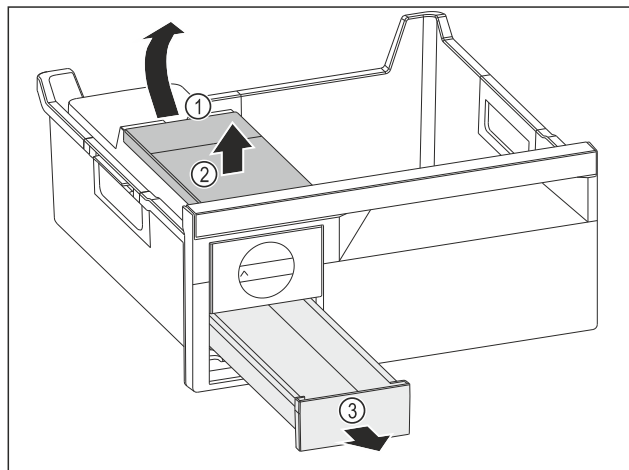

Fig. 170
- ▶ Udtagning af vandtank: Løft vandtanken i udsparringen Fig. 170 (1).
- ▶ Tag vandtanken Fig. 170 (2) op og ud.
- ▶ Tag isterningskuffen Fig. 170 (3) frem og ud.